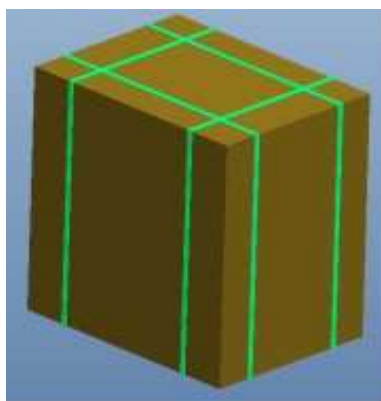

Рис. 4-1
1. Осмотрите упаковку, прежде чем вскрывать ее. Она должна выглядеть, как показано на рис. 4-1. При наличии каких-либо признаков неправильного обращения или повреждения немедленно предъявите перевозчику претензию за ущерб.